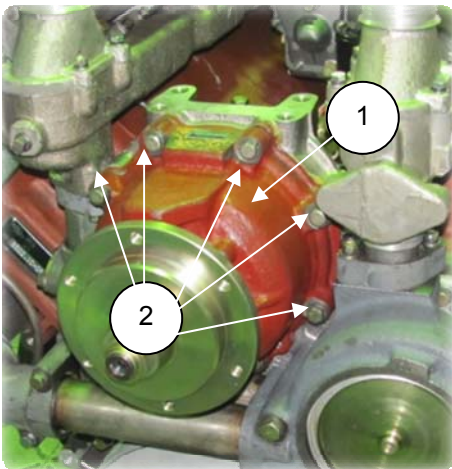

Рис. 6.81
1. Подсобрать 8 болтов М10 (2) с шайбами, установить на привод вентилятора прокладку (850.1308674), совместив отверстия привода вентилятора и прокладки, установить болты;
2. Установить привод вентилятора (1) (845.1308011-04) в расточку передней крышки двигателя, совместив отверстия, ввернуть болты в резьбовые отверстия крышки и блока на 2-3 нитки от руки (рис. 6.81);